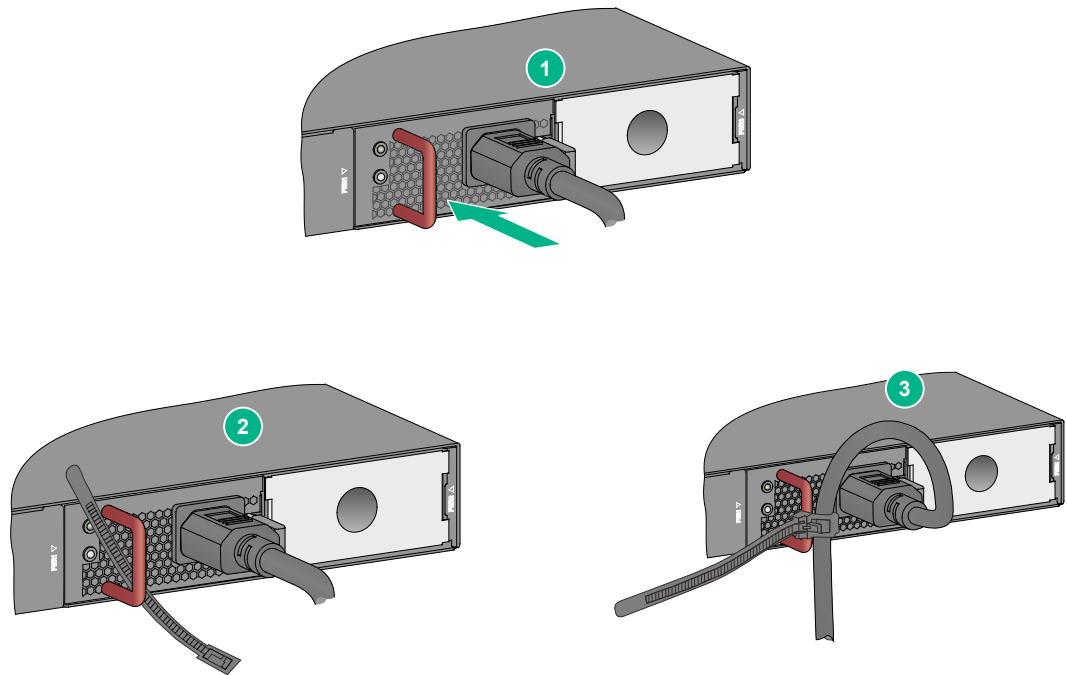

図 3-32 電源モジュールへの AC 電源ケーブルの接続
- 2) 図 3-32の①に示すように、AC 電源ケーブルの電源モジュール接続側を装置の AC 電源入カソケットに接続してください。
- 3) 図 3-32の②と③に示すように、ケーブルタイを使用して、AC 電源ケーブルを電源モ